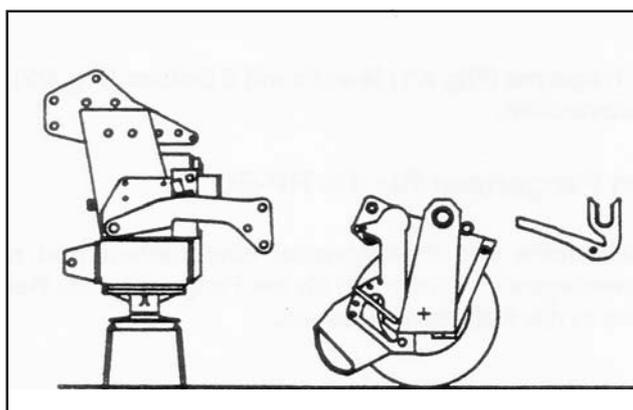

Рис. 6.2
6.1.1 Соединение почвообрабатывающей машины с колесным упаковщиком (Рис. 6.2 + 6.3)